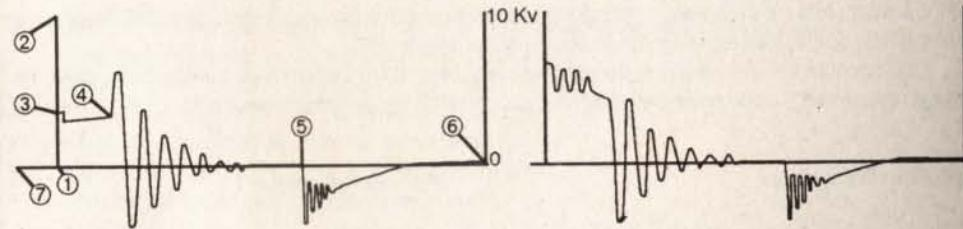

Fig. 6-14.— Oscilograma correcto.
**5. Oscilogramas.**— El osciloscopio es un instrumento electrónico, en cuya pantalla se proyectan las variaciones de voltaje del circuito secundario, obteniéndose el "oscilograma" (fig. 6-14).